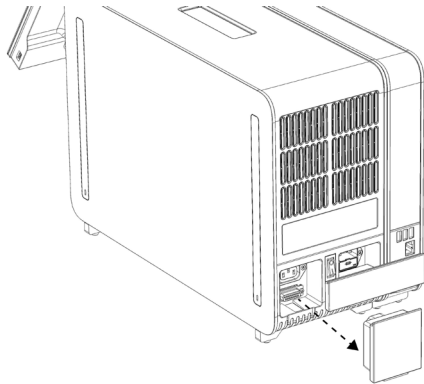

図 12. ターミネーションブリッジを取り外す。
- 1d. 分析モジュールの背面からターミネーションブリッジを取り外します（図 12）。